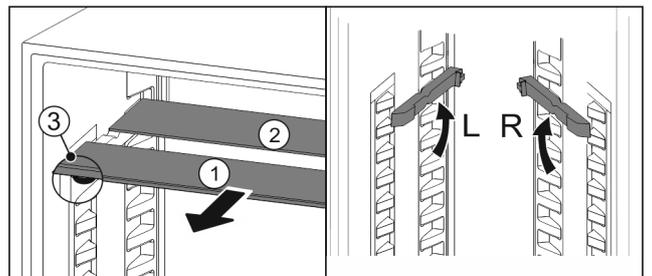

Fig. 110
- ▶ Glasplatten einzeln nach vorne herausziehen Fig. 110 (1).
- ▷ Glasplatte Fig. 110 (1) mit Zierleiste liegt vorne.
- ▷ Stopps Fig. 110 (3) zeigen nach unten.